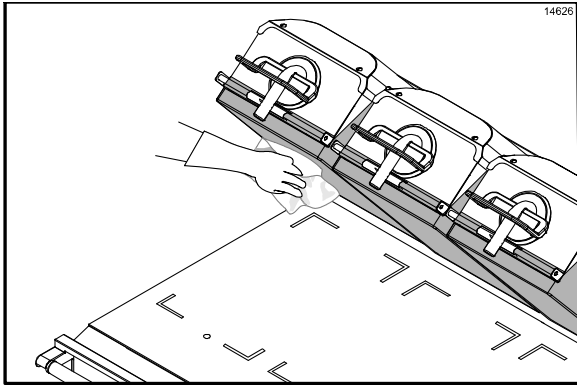

Figura 81
7. Limpe a superfície exposta das folhas antiaderentes com um pano limpo apropriado para grill, umedecido com sanitizante. (Veja a Figura 81.)